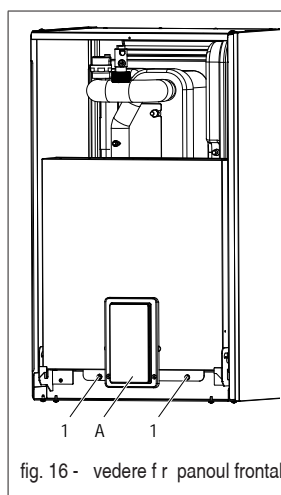

fig. 16 - vedere f r panoul frontal
- deșurubați cele două șuruburi (det. 1 - fig. 16) de dedesubtul casei electrice
- A** Panou display și tastatură (fig. 16)